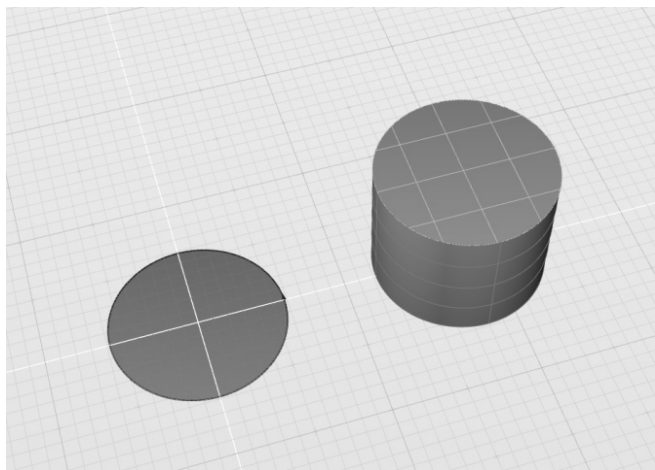

图 4-93 构建补块
3) 激活“补块”工具，针对圆柱曲面的顶部边界进行补块操作，可获得一个补块曲面，如图 4-93 所示。